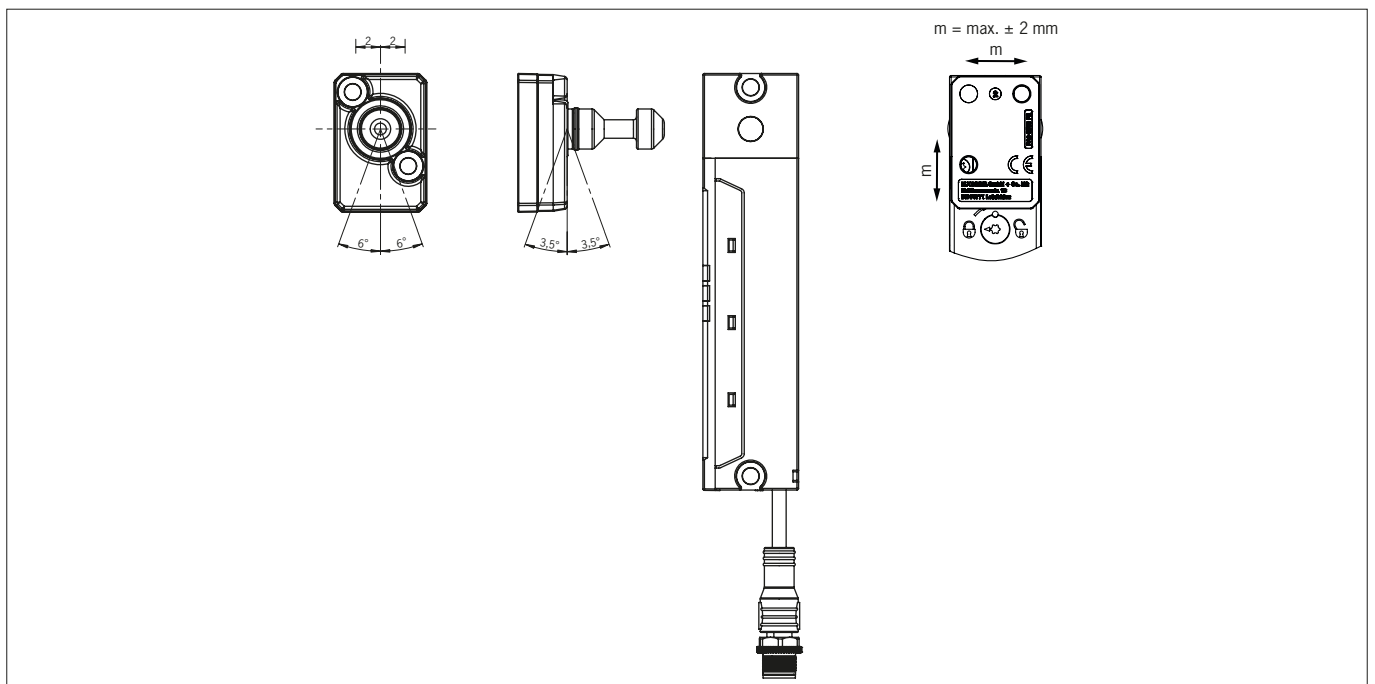

図 4: アクチュエーターの最大偏向角および最大センターオフセット
- ▶ スwitchとアクチュエーターの最大許容傾斜角を順守してください (図 4 を参照)。